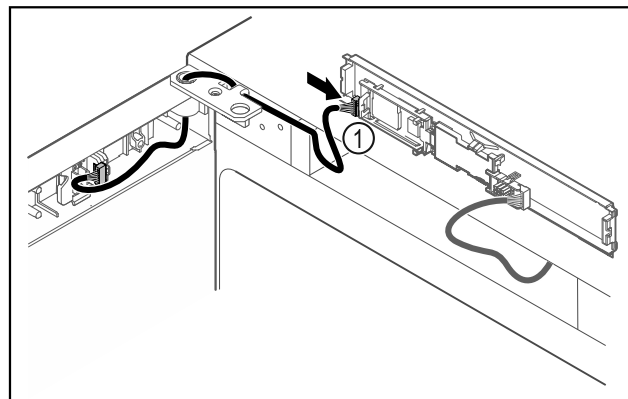

Fig. 49
- ▶ Συνδέστε το φικ Fig. 49 (1) στην πλακέτα.